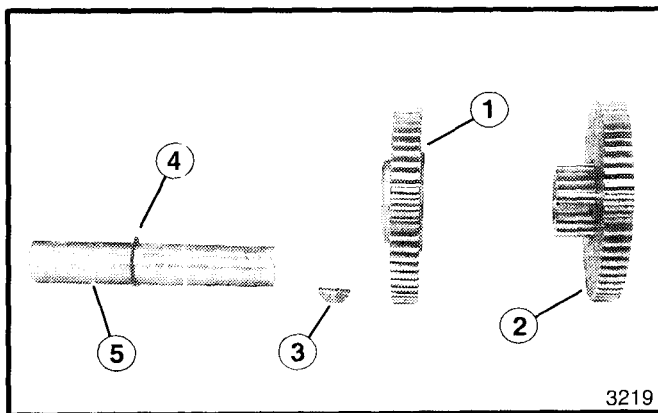

Figura 36. Albero di uscita
15. Installare la chiavetta e l'ingranaggio grande singolo sull'albero (vedere figura 36), e assicurarsi che il lato con il gradino più grande sia verso l'anello elastico.